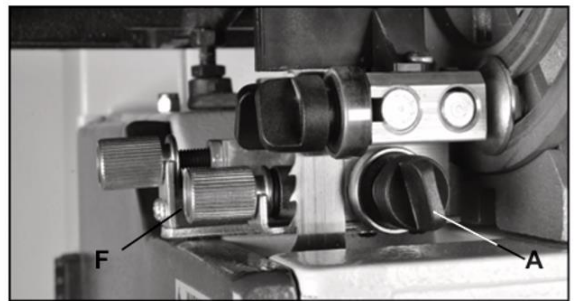

Рис.27
4. Отрегулируйте направляющую заднего подшипника так, чтобы она находилась на достаточном расстоянии от задней части пильного полотна. Ослабьте фиксирующую ручку задней направляющей (А, рис. 27) и переместите заднюю направляющую в направлении полотна, повернув нижнюю переднюю ручку микрорегулировки (В, рис. 27). После правильной регулировки зафиксируйте направляющую на месте, затянув фиксирующую ручку (А).